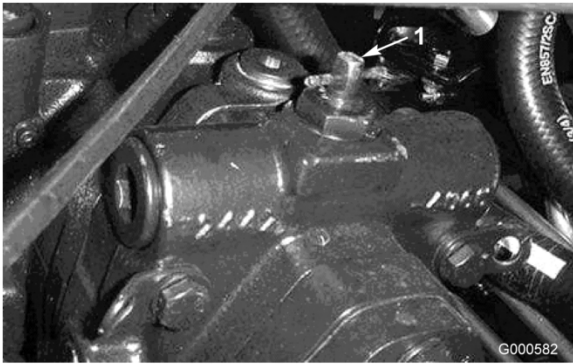

Figura 16
2. Gire la válvula auxiliar 90° (1/4 de vuelta) en cualquier sentido para abrirla y dejar pasar el aceite internamente (Figura 16). Puesto que el aceite se desvía, la máquina puede ser movida lentamente sin dañar la transmisión. Observe la posición de la válvula al abrirla o cerrarla.